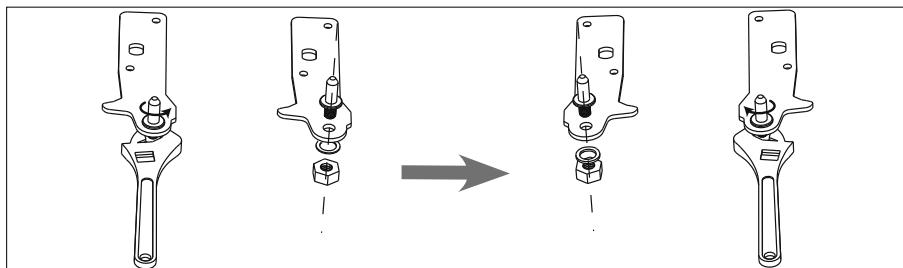

Fig. 11
- ▶ Traslade la espiga de la bisagra a la placa perforada como se indica en la imagen siguiente, utilice una llave para tuercas del 10 para aflojar y apretar la tuerca (véase la **fig. 11**).